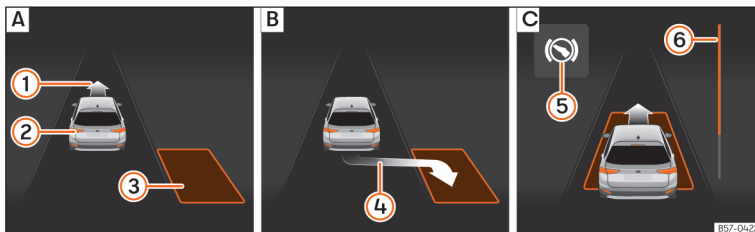
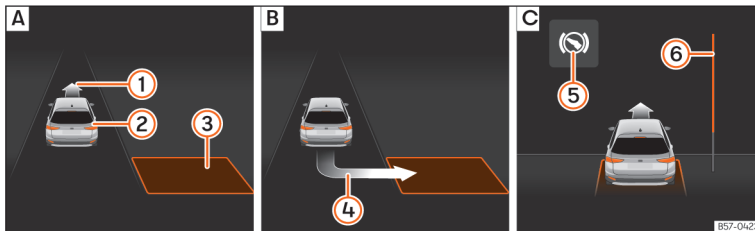

Abb. 164 Am Bildschirm des Kombi-Instruments: längs einparken. **A**: Parklücke suchen. **B**: Position zum Einparken. **C**: Rangieren.
Abb. 165 Am Bildschirm des Kombi-Instruments: quer einparken. **A**: Parklücke suchen. **B**: Position zum Einparken. **C**: Rangieren.
- Prüfen Sie anhand der Anzeige im Bildschirm des Kombi-Instruments, ob die Parklücke als „geeignet“ erkannt wurde und ob die korrekte Position zum Einparken >>> (Abb. 164) **B** oder
>>> (Abb. 165) **B** erreicht wurde. Die Parklücke wird als „geeignet“ betrachtet, wenn auf dem Bildschirm des Kombi-Instruments die Anzeige zum Einparken erscheint ④.
- Fahren Sie rückwärts, bis das Dauertonsignal des ParkPilot ertönt; **ODER:** fahren Sie zurück, bis auf dem Bildschirm des Kombi-Instruments die Anzeige für Vorwärtsfahren »» (Abb. 164) [C] oder »» (Abb. 165) [C] erscheint; **ODER:** fahren Sie zurück, bis am Bildschirm des Kombi-Instruments die Meldung **Park Assist beendet** erscheint. Die Fortschrittsanzeige ⑥ zeigt den zurückzulegenden Abstand an.
- Treten Sie auf das Bremspedal, bis die Lenkbewegungen des Parklenkassistenten beendet sind; **ODER:** bis das Symbol ⑤ am Bildschirm des Kombi-Instruments erlischt.
- Fahren Sie vorwärts, bis das Dauertonsignal des ParkPilot ertönt; **ODER:** fahren Sie vorwärts, bis am Bildschirm des Kombi-Instruments die Anzeige zur Rückwärtsfahrt erscheint. Der Parklenkassistent lenkt das Fahrzeug so lange beim Vorwärts- und Rückwärtsfahren, bis das Fahrzeug gerade in der Parklücke steht »» (Abb. 164) [C] bzw. »» (Abb. 165) [C].
Die Fortschrittsanzeigen »» (Abb. 164) ⑥ und »» (Abb. 165) ⑥ am Bildschirm des Kombi-Instruments zeigt symbolisch die noch zu fahrende relative Fahrstrecke an. Je länger die Distanz ist, desto größer ist der Füllstand des Fortschrittsbalkens. Bei Vorwärtsfahrt nimmt die Füllung des Fortschrittsbalkens nach oben ab und bei Rückwärtsfahrt nimmt die Füllung des Fortschrittsbalkens nach unten ab.